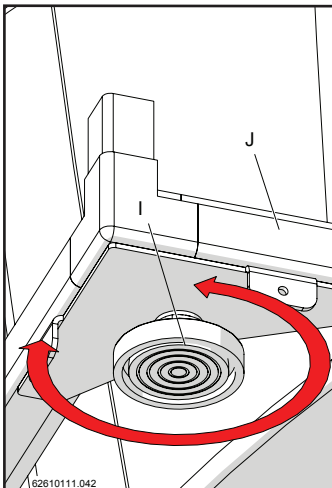
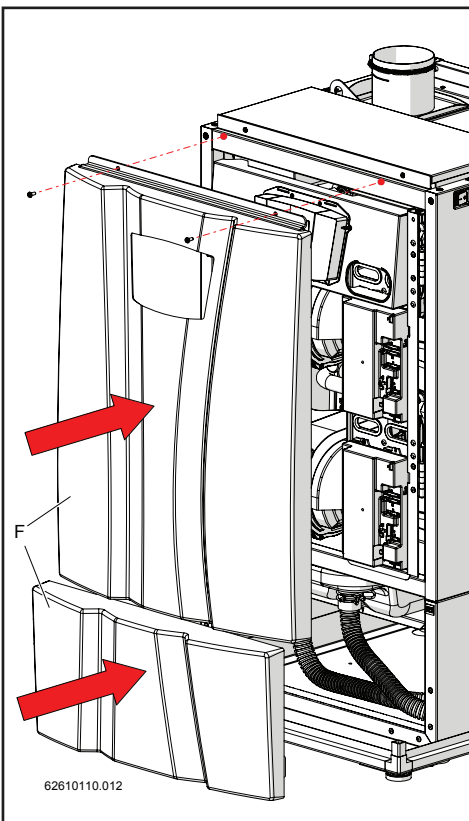

Figure 15-8
Figure 15-7
- 4.- Insérer le couvercle supérieur "F" de l'appareil (figure 15-7) et agir sur les pieds réglables "I" du cadre inférieur "J" pour ajuster sa stabilité sur le plan de installation (figure 15-8).